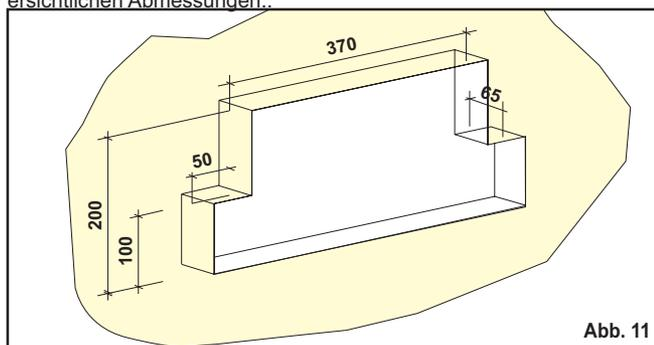

Abb. 11
1) Setzen Sie fest, in welcher Position Sie das Gebläse an der Wand befestigen wollen und schaffen Sie eine Nische mit den aus Abb. 11 ersichtlichen Abmessungen.